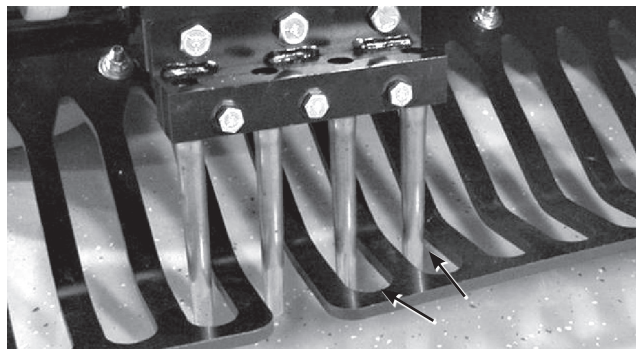

図 27
6. 全部のタインが、ターフ・ガードの隙間の中心に整列している(図27)ことを確認する。必要に応じてターフ・ガードの位置を調整し、ナットで固定する。